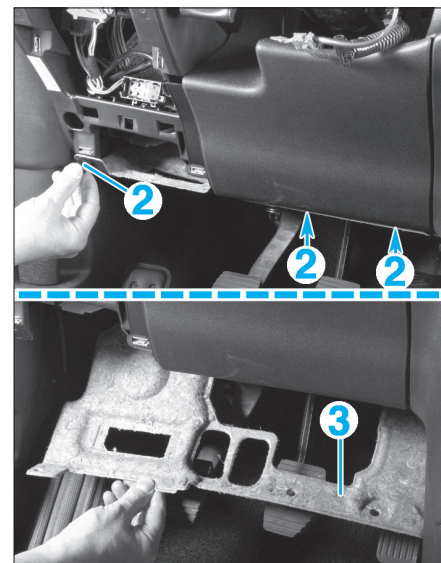
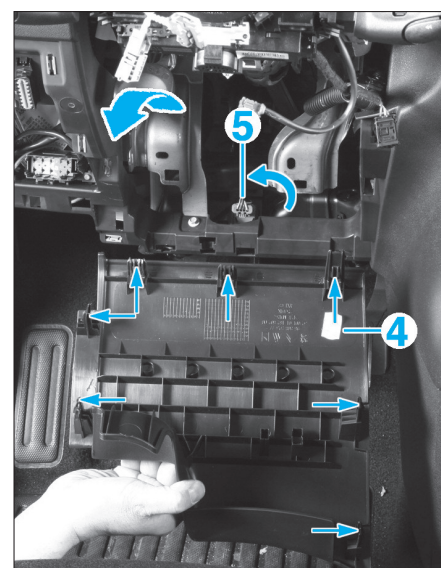

FIG. 16
FIG. 17
- les agrafes (2) de la garniture inférieure gauche (Fig.16),
- la garniture inférieure gauche (3) de la planche de bord,
- la garniture de genoux (4) sous la colonne de direction (Fig.17).
- Débrancher le contacteur de stop (5).
- Tourner le contacteur de stop (5) dans le sens anti-horaire pour le déverrouiller.